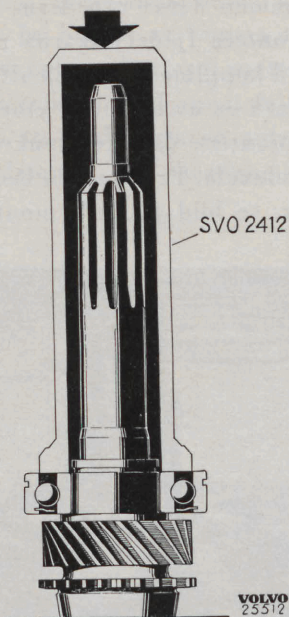

Bild 29. Mont. av kullager på ingående axel.
4. Montera oljeslungare (5) och lager (4) på ingående axeln (1) med hjälp av dorn SVO 2412, se bild 29. Prova ut en låsring av